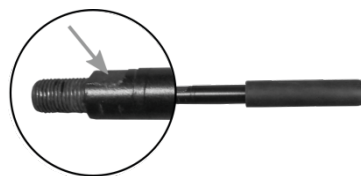

Figura 8: Superficie per chiave
Avvitare la leva di bloccaggio (8) nell'apposito alloggiamento (7) dell'aggancio rapido. Avvitare la filettatura completamente all'interno dell'alloggiamento e stringere la prolunga della leva con una chiave per viti (la leva di bloccaggio presenta una superficie per chiave da 17, vedi figura 8).